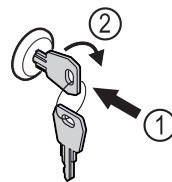

Fig. 181
- ▶ Вдавити ключ. Fig. 181 (1)
- ▶ Повернути ключ на 90° за годинниковою стрілкою. Fig. 181 (2)